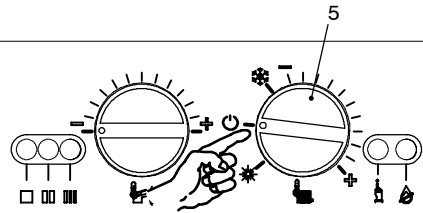

fig. 5.28
- 9 Posizionare il selettore 5 come indicato in fig. 5.28 per uscire dalla programmazione.